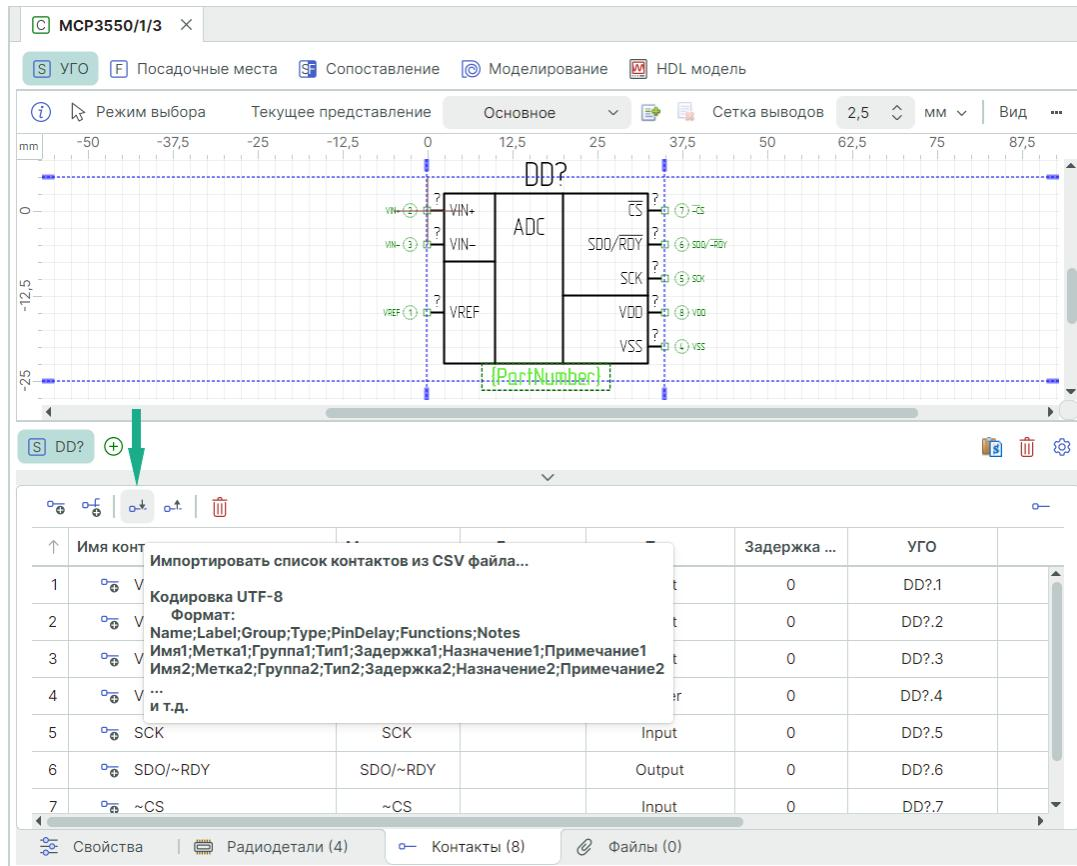

Рис. 261 Импорт контактов
- Нажмите символ  «Импортировать список контактов из CSV файла...», см. Рис. 261.